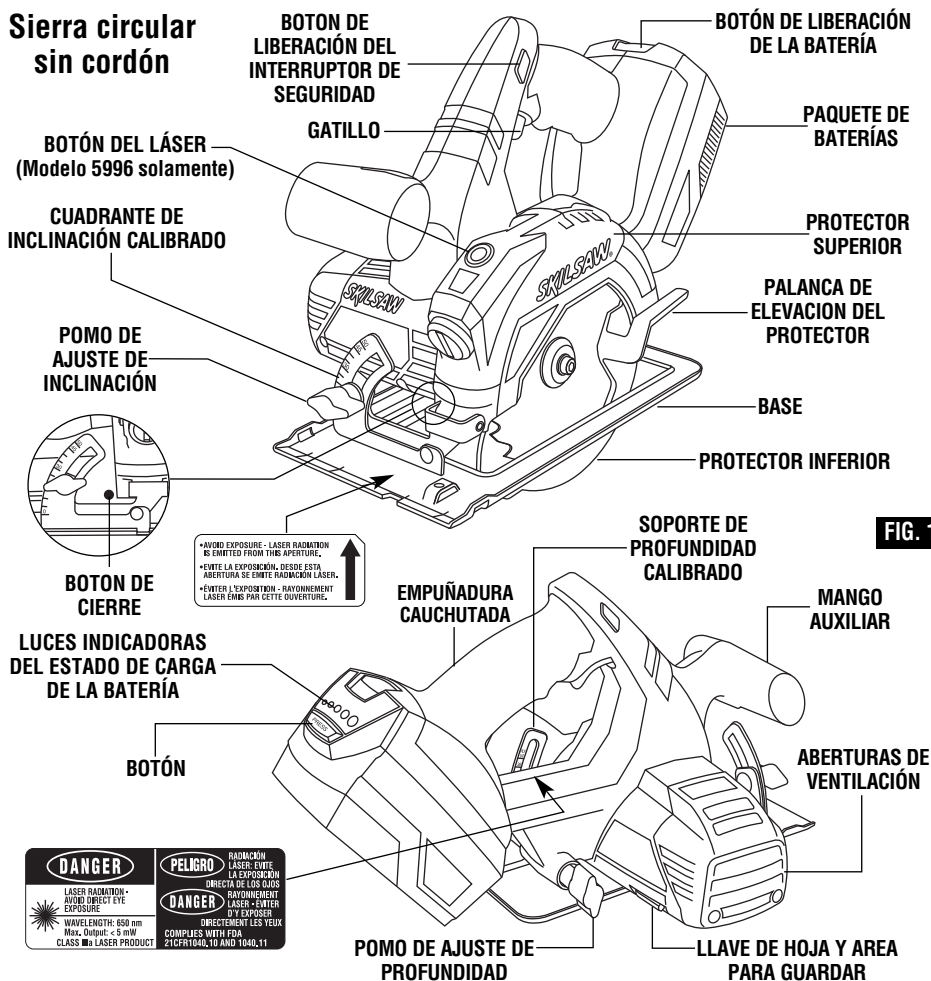

FIG. 1
1. Gire el PERNO DE LA HOJA en sentido de las agujas del reloj con la llave de tuerca suministrada y quite el PERNO DE LA HOJA y la ARANDELA EXTERIOR (Fig. 2). Si el eje se mueve al intentar aflojar el perno de la hoja, oprima el botón de fijación (Fig. 1).